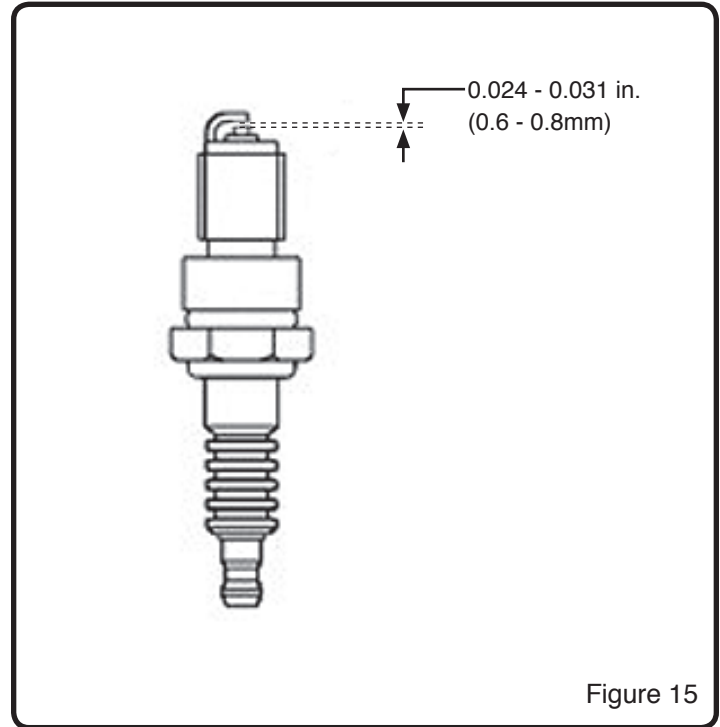

Figure 15
6. Vérifiez que l'écartement de la bougie d'allumage mesure 0.024 - 0.031 in. (0.6 - 0.8mm). (Figure 15)